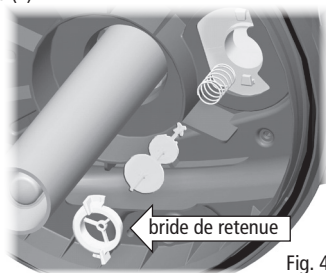
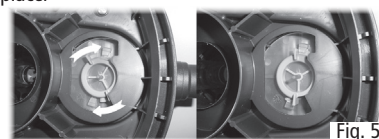

Fig. 4
Fig. 5
7. Enlever tous les blocs de mousse (M) en même temps, en soulevant le tube intérieur grillagé et le plateau de soutien des blocs de mousse (N).
8. Sortir les blocs de mousse (M) du cône et de son support (N), puis les rincer avec de l'eau du bassin ou les remplacer au besoin.
9. Rincer la masse filtrante biologique située dans la section inférieure du boîtier du filtre (Q) avec de l'eau du bassin ou la remplacer, au besoin. Le filtre Pressure-Flo 1000/3000 UVC n'a pas de module de masse filtrante biologique.
10. Nettoyer le boîtier du filtre (Q) avec de l'eau, en particulier autour du bord supérieur, là où est posée la bague d'étanchéité du couvercle (P).
11. Au besoin, nettoyer l'indicateur de nettoyage (U) après l'avoir désassemblé (la commande de sélection (V) doit être au « mode de filtration »). Suivre les étapes suivantes : 1) Enlever la bride de retenue en faisant tourner dans le sens antihoraire, 2) Retirer l'indicateur et son ressort. Rincer toutes les pièces dans l'eau et les réassembler avec soin (Fig. 4 et Fig. 5).
12. Inspecter et nettoyer les deux lames de nettoyage (L) et les tiges. Au besoin, remplacer les lames par des nouvelles. Chaque lame peut facilement être détachée de la tige en dévissant la vis au milieu.
14. Réassembler l'appareil avec soin. S'assurer que la masse filtrante biologique ne perturbe pas le support des blocs de mousse (N) et que ce dernier est remis en état correctement.